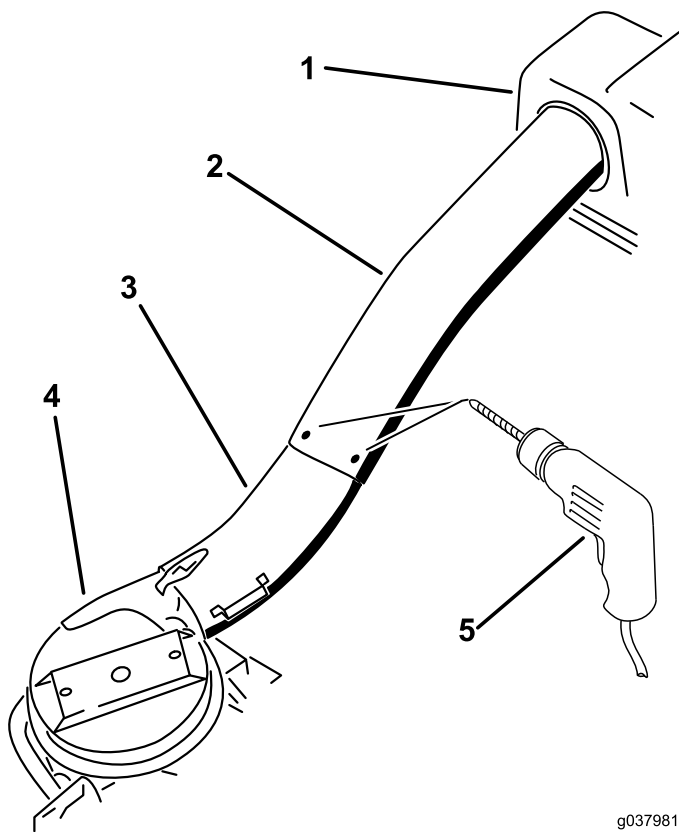

**Figura 51**
8. Deslice el tubo inferior sobre la carcasa del soplador y sujete ambas piezas con los cierres (Figura 51).